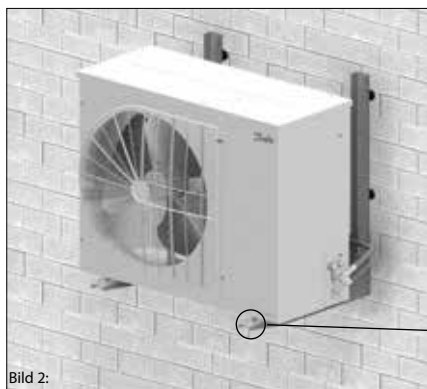

Bild 2:
- Enheten måste monteras på ett säkert sätt och på en stadig och stabil grund och fixeras från början. Se bild 2.